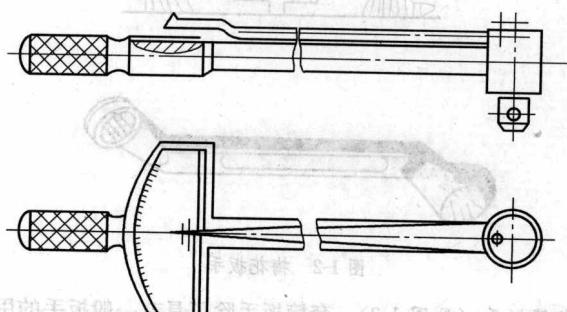

图 1-4 扭力扳手
(4) 扭力扳手 (见图 1-4)。扭力扳手是能够控制扭矩大小的扳手, 由扭力杆和套筒头组成。凡是对螺母、螺栓有明确规定扭矩的 (如气缸盖、曲轴与连杆的螺栓、螺母等), 都要使用扭力扳手。在扭紧时指针可以表示出扭矩数值, 通常使用的规格为 $0 \sim 300\text{N} \cdot \text{m}$ 。